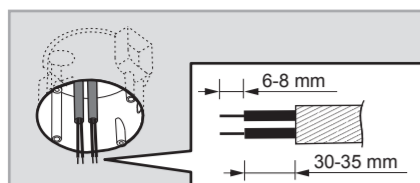

FIG. 8
4.4.1.2 Træk spændingskabler fra tilslutningsdåsen af europæisk standard, og afmonter derefter 6-8 mm kabelkappe til ledningsføring (Se FIG. 8).